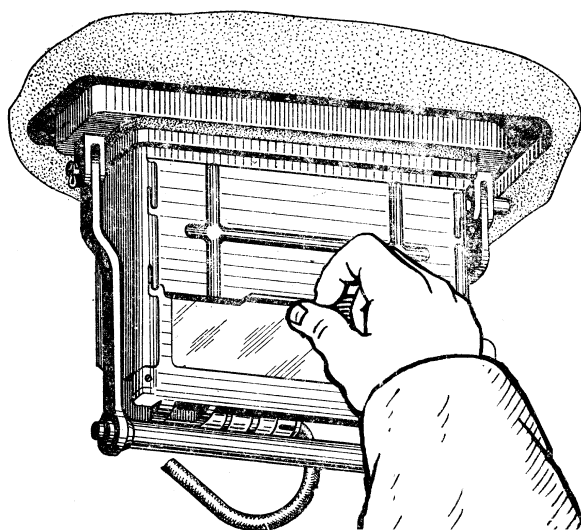

Рис. 74. Відкриття шторки приладу ТНПО-170А.
- відкрити шторку приладу ТНПО-170А, для чого підняти її максимально вгору (рис. 74);
- відкрити шторку приладу ТППО-170А, для чого підняти її максимально вгору (Рис. 74);